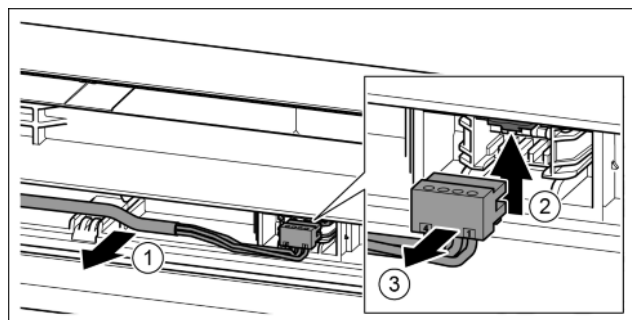

Fig. 20
- ▶ Ostrożnie wyjąć szary kabel z prowadnicy w drzwiach. *Fig. 20 (1)*
- ▶ Nakładkę wcisnąć w górę. *Fig. 20 (2)*
- ▶ Ostrożnie wyjąć wtyczkę. *Fig. 20 (3)*